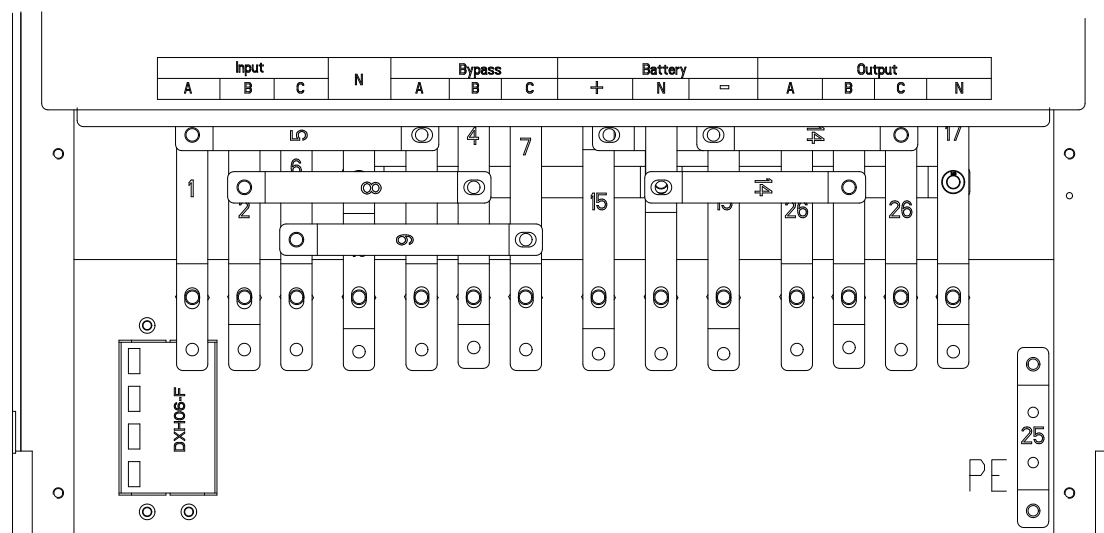

Fig. 3-10 Bornier de raccordement
2. Ouvrir la porte arrière de l'armoire, retirez le couvercle en plastique. Les bornes d'entrée, de sortie, des batteries et bornier de terre sont indiqués dans la figure 3-10.